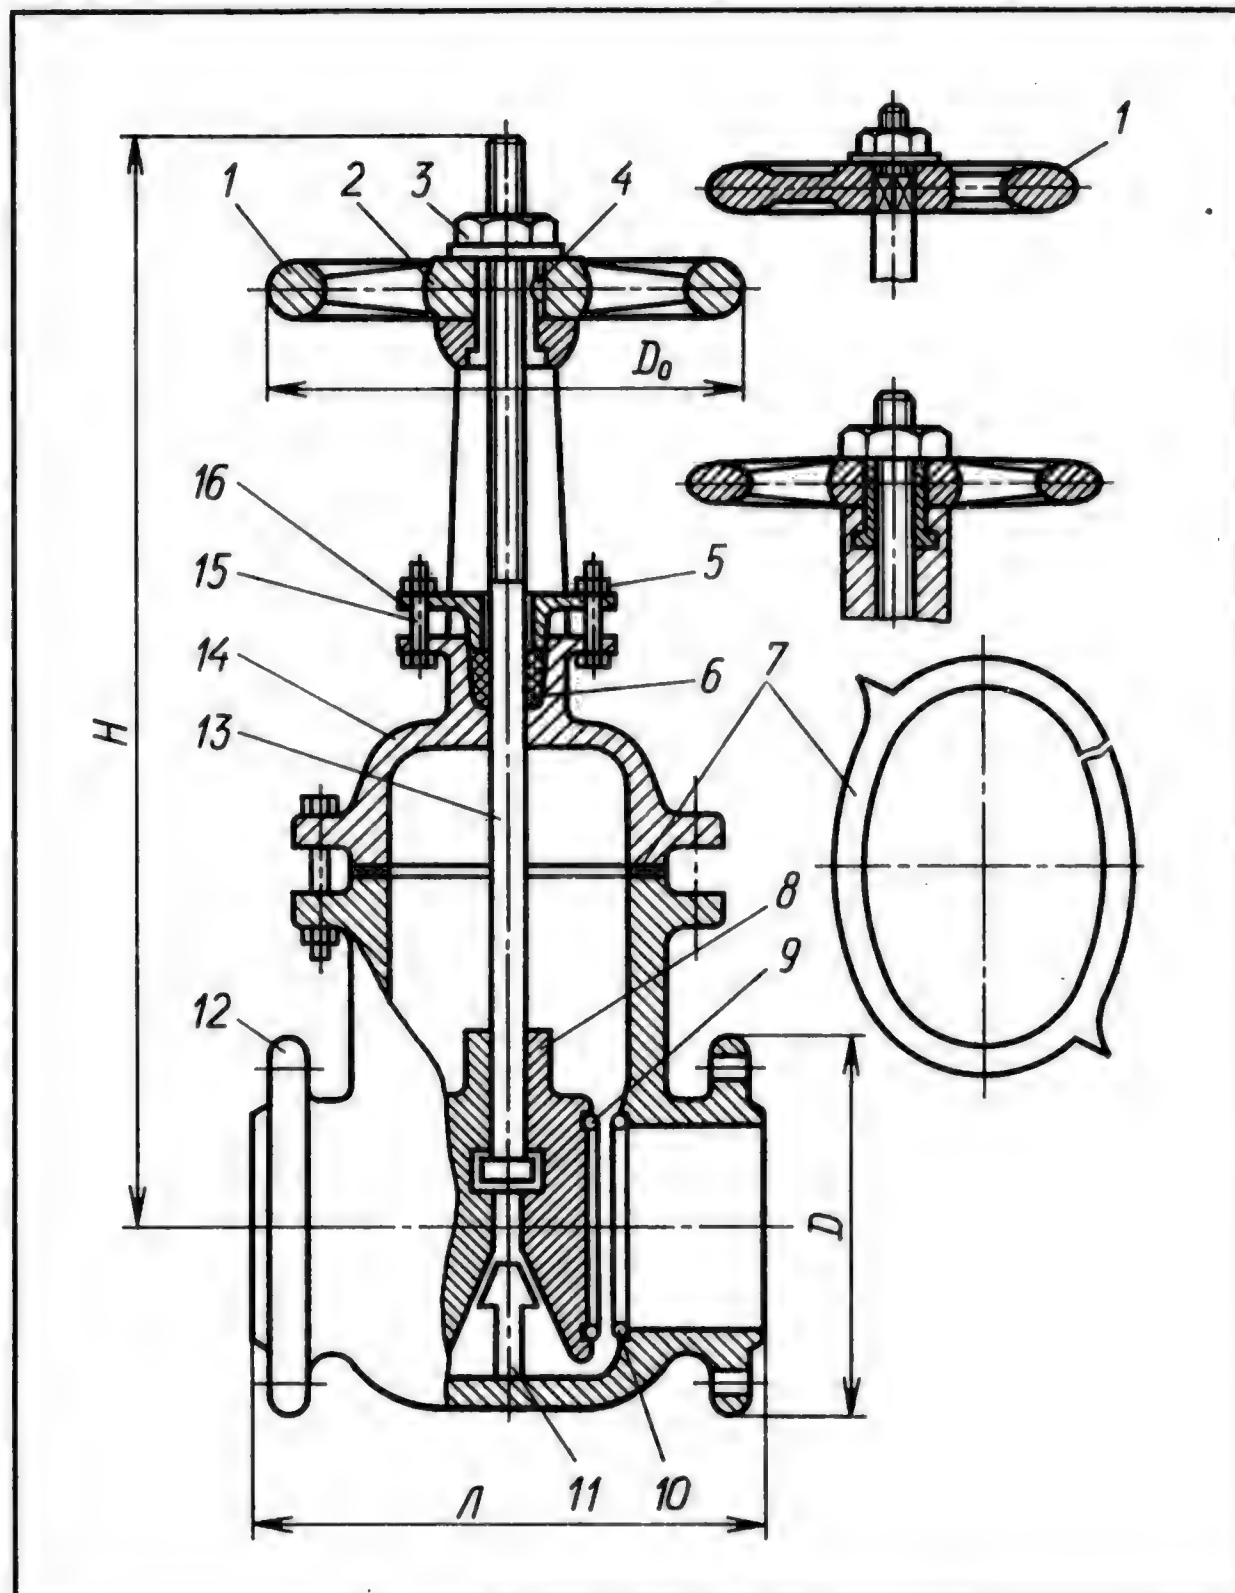

Рис. 33. Задвижка из чугуна параллельная, фланцевая с выдвижным шпинделем и ручным приводом:
Причина Диски 8 (рис. 33) полностью не опустились, не прижались к уплотнительным кольцам корпуса
Придержав шпиндель 13 (рис. 33) трубным ключом, отверните гайку 3 любым ключом и снимите маховик 1. Напильником запилите новые грани пониже имевшихся, если позволит длина шпинделя. Можно, взявшись трубным ключом за шпиндель, открыть и закрыть задвижку
1. Выточить на токарном станке новую гайку, создав грани на фрезерном станке или ножовкой и напильником. Учтите, что ходовая гайка почти всегда имеет внутреннюю трапецеидальную резьбу и наружную метрическую. В задвижках $D=50$ мм часто вместо шпонки на ходовой гайке 2 нарезают наружную резьбу. На нее наворачивают маховик, имеющий соответствующую резьбу во внутреннем отверстии ступицы. Маховик контрят гайкой 3 (см. рис. 33).